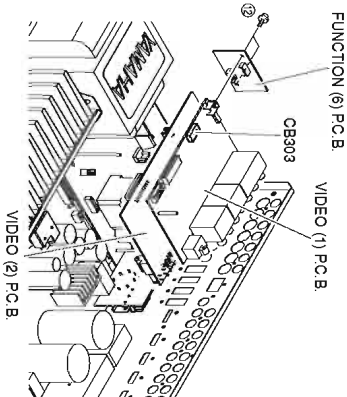

Fig. 4
6. **Removal of VIDEO (1) and (2) P.C.B.s**
- a. Remove 2 screws (22) and then remove the FUNCTION (6) P.C.B. which is connected directly to the VIDEO (1) and (2) P.C.B.s with board connectors. (Fig. 4)
- c. Remove CB303. (Fig. 4)
- d. Remove the VIDEO (1) P.C.B.. (Fig. 4)
- f. Remove the VIDEO (2) P.C.B.. (Fig. 4)
- a. ⑳のネジ2本を外し、FUNCTION(6)P.C.B.を取り外します。(Fig. 4)
- ただし、FUNCTION(6)P.C.B.は、VIDEO(1)、(2)P.C.B.に基板対基板コネクタで直接接続されています。(Fig. 4)
- c. CB303を外します。(Fig. 4)
- d. VIDEO(1)P.C.B.を取り外します。(Fig. 4)
- f. VIDEO(2)P.C.B.を取り外します。(Fig. 4)